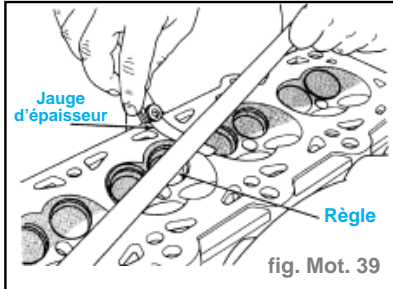

fig. Mot. 39
- La culasse doit être plane à **0,1 mm** près. (fig. Mot. 39)